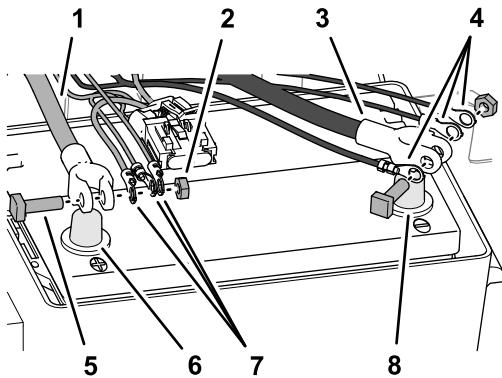

図 156
4. バッテリーケーブルの両端子に固定されているTボルトと六角ナットを外す図 156。